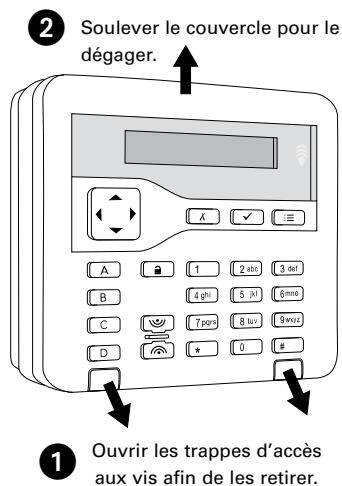

Figure 4. Retrait de la face avant
1. Retirer la face avant du clavier (Figure 4).